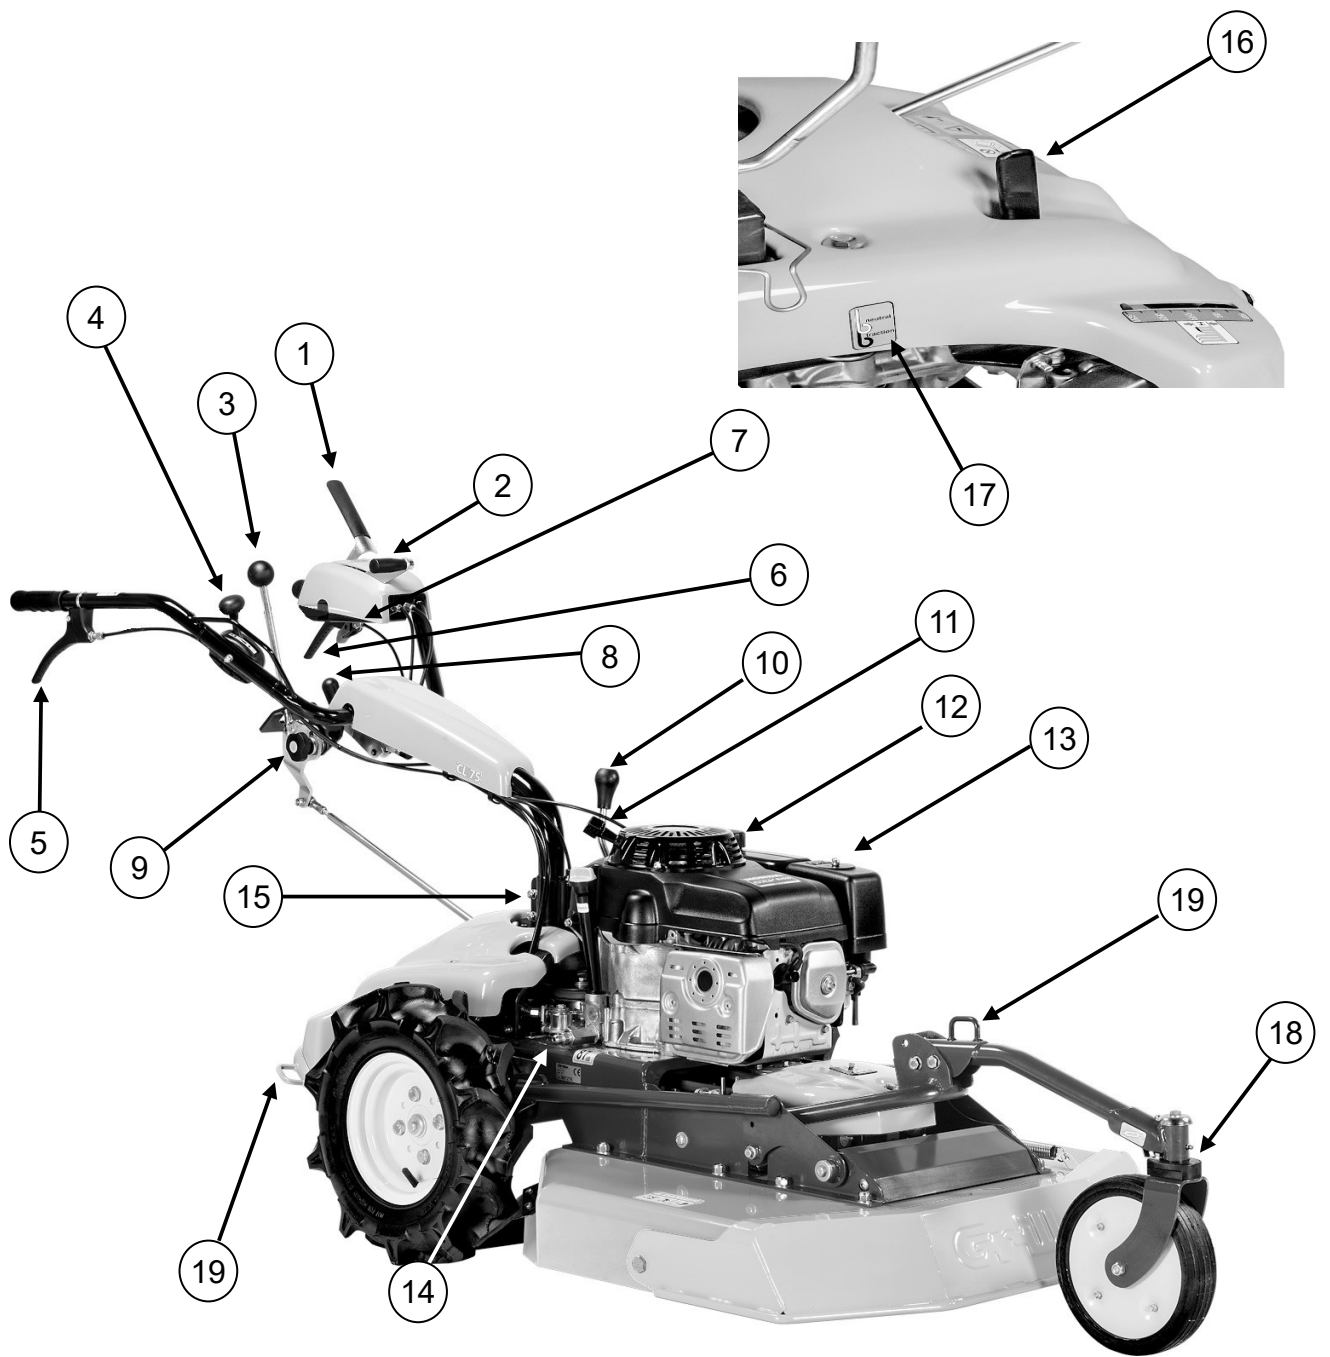
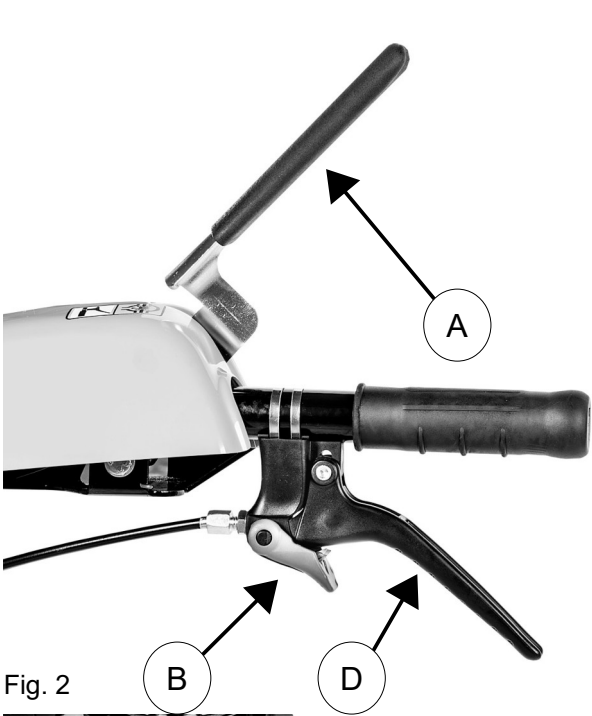
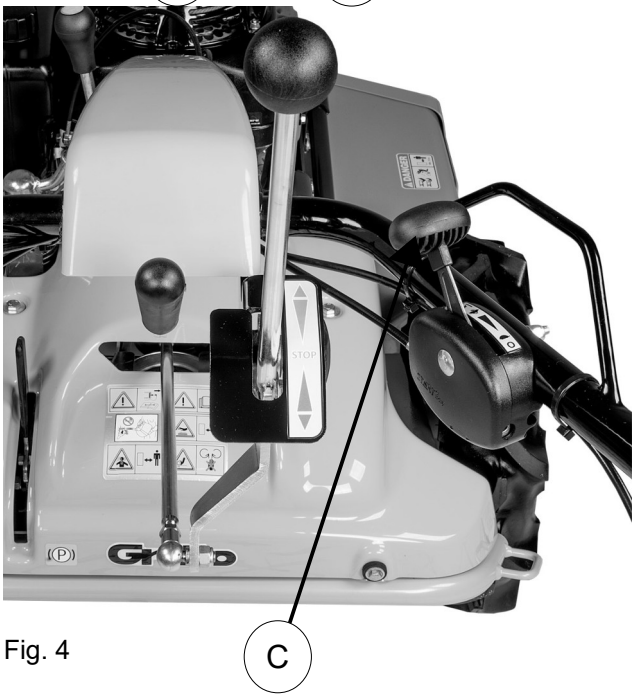

Fig. 1
Fig. 2
Fig. 4
- Poner en marcha el motor, tirando con fuerza la manecilla del auto-envolvente (fig.1, n°11).
- Seleccionar la altura de corte mediante el volante de mano (fig.1, n°10), acelerar el motor cuanto sea necesario, presionar las dos palancas (fig. 1, n. 1) e insertar la PTO (fig. 1, n. 2 – en la foto la PTO es desconectada). Activar la palanca de avance (fig. 1, n. 3) y empezar el trabajo. Para detenerse, soltar las dos manijas rojas situadas sobre las manceras (fig. 1, n. 1). La rotación de la cuchilla se desactiva automáticamente.
- La palanca (fig. 1, n. 3) sirve para seleccionar la velocidad de trabajo y también para seleccionar la marcha atrás: moviéndola hacia adelante se selecciona la marcha de avance, moviéndola hacia atrás la marcha atrás. Se recomienda accionarla moderadamente. Soltando las dos manijas (fig. 1, n. 1), la palanca en marcha atrás vuelve automáticamente a la posición de STOP.
- La dureza de la palanca de avance (fig. 1, n. 3) puede ser regulada por medio del pomo (fig. 1, n. 9) colocado al lado de la palanca misma. Como la máquina está equipada con un sistema que expulsa automáticamente la marcha atrás. Nunca bloquear este dispositivo.
El bloqueo diferencial se activa insertando la palanca (fig. 2, ref. D) y puede ser mantenido en su posición a través del inserto de mantenimiento (fig. 2, rif. B). Utilicen el bloqueo diferencial en caso de deslizamiento de las ruedas motrices. Es aconsejable utilizar el bloqueo diferencial también cuesta abajo, en terrenos muy pendientes y en el trabajo transversal en pendientes para mantener adherentes las dos ruedas motrices. Además es posible bloquear la rueda delantera en posición rectilínea por medio del mecanismo representado en fig. 1, n. 18. En el trabajo transversal en pendientes, el bloqueo diferencial resulta muy útil para obtener un movimiento uniforme de la máquina y para evitar el deslizamiento de la rueda delantera. **¡Atención!** No utilice el bloqueo diferencial en curva. Mantener lubricados con grasa acoplamiento y cadenas. Para ejecutar esta operación hay que quitar el capot destornillando los dos tornillos superiores (fig. 12, ref. D).
Para las operaciones de lubricación, seguir las normas incluidas en el manual del motor; de todos modos, es indispensable sustituir el aceite tras las primeras 20 horas de trabajo. La primera precaución consiste en que el motor esté correctamente mantenido con filtro de aire, aletas de enfriamiento y la culata motor limpias y aceite del motor a nivel. Controlar el filtro aire cada 4 horas o aún más frecuentemente si el medio ambiente es muy polvoriento (fig. 1, n. 13). Controlar la rejilla de aspiración del enfriamiento del motor (fig. 10).
Para embragar y desembragar la rotación de la cuchilla, se utiliza la palanca (fig. 1, n. 2): soltando las palancas, la cuchilla se detiene (fig. 1, n. 1). El desembrague se produce soltando la palanca (fig. 2, ref. A). La cuchilla debe parar en cinco segundos; si ello no es así, registrar el freno interviniendo sobre el muelle de carga (fig. 6, rif. A). Si necesario, remplazar el freno (fig. 7, rif. B).
El dispositivo de desbloqueo de la tracción está posicionado en la parte lateral de la máquina, debajo del carenado posterior (fig. 1, n. 16). Si se verificase una avería en la máquina o para poder desplazarla a mano, traslarla hacia el interior de la máquina, poniéndola así en posición neutral.
Una vez terminado el corte del césped, soltar la palanca para desembragar la cuchilla (fig. 1, n. 2) y efectuar el trayecto de retorno con el plato de corte en posición de máxima altura, apretando la palanca (fig. 1, rif. 1). Para detenerse, soltar las palancas de avance (fig. 1, rif. 1). Para apagar el motor, llevar la manecilla del acelerador en la posición de STOP (fig. 4, rif. C).
Si la máquina se transporta con un camión o un remolque, baje el plato de corte, accione el freno de estacionamiento (fig. 1, n. 17) y asegúrala al medio de transporte mediante cuerdas, cables o cadenas. La máquina está equipada de 3 puntos de fijación: uno anterior sobre el soporte de la rueda y dos posteriores sobre el chasis (fig.1, n. 19).